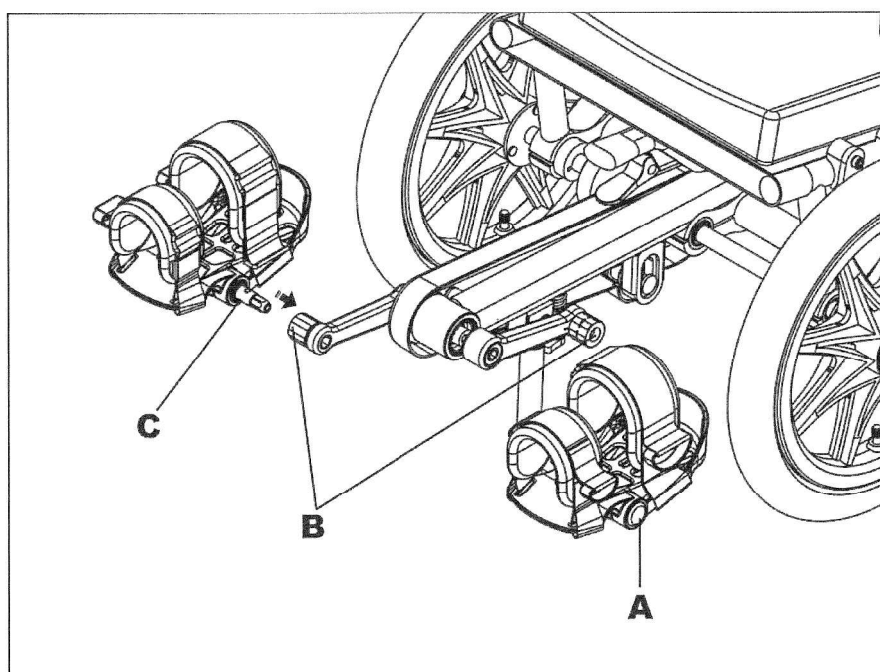

図 1-9
1. 側面のボタン A (図 1-9) を押し、ペダルシャフト C (図 1-9) をクランクに挿入し、クランクシャフトが適切にしっかりと固定されるようにします。図 1-9
2. 完全に挿入できない場合は、ペダルシャフト C が確実に定位置に固定されるまで (カチッと音がして固定されるまで) 回してください。図 1-9